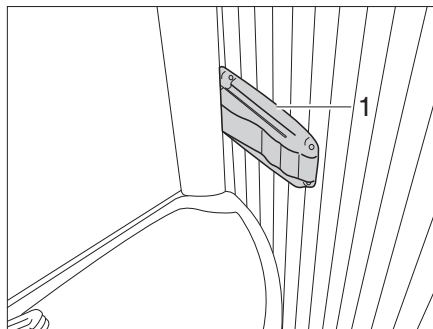

Bild 348 Vario-toalett, spärr till duschkabin
- Tryck in spärren (Bild 348,1) till höger på tvättstället och drag lätt i tvättstället. Tvättstället flyttas framåt med bakväggen.